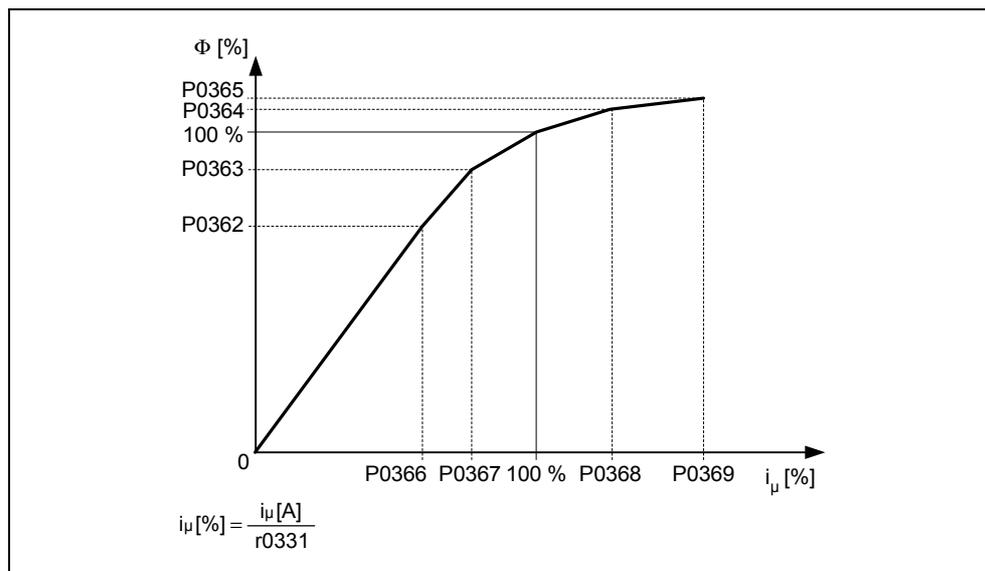

Figura 3-27 Curva di magnetizzazione
- Curva di magnetizzazione (vedi Figura 3-27) → P1910 = 3